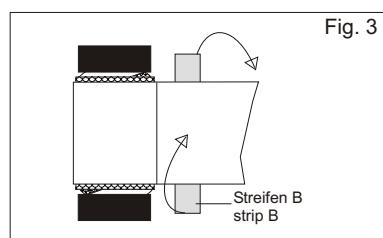

Fig. 3
Butyl Dichtmasse (5) gemäß Tabelle nach Kabelftyp zugeschnitten. Schutzabdeckung von Streifen B entfernen. Streifen B dicht am Kabel mittig zwischen die Erdungsableitungen legen und vor bzw. hinter die Ableitung Falten und fest andrücken, Fig. 3.
Cut Butyl sealing compound to the length, given in the table next side. Remove the protective sheets of strip B . Put strip B centric between the earthing outlets and close to the cable, fold one end in front of and the other one behind the outlet. Press compound tightly to the outlets. Fig. 3.